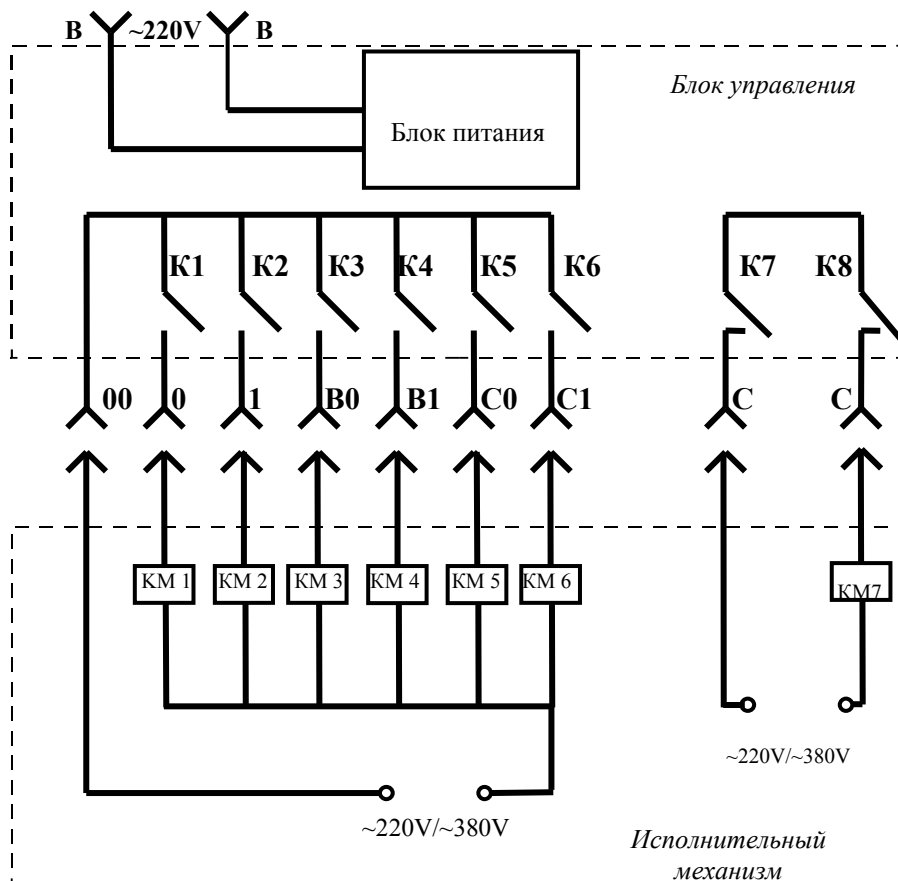
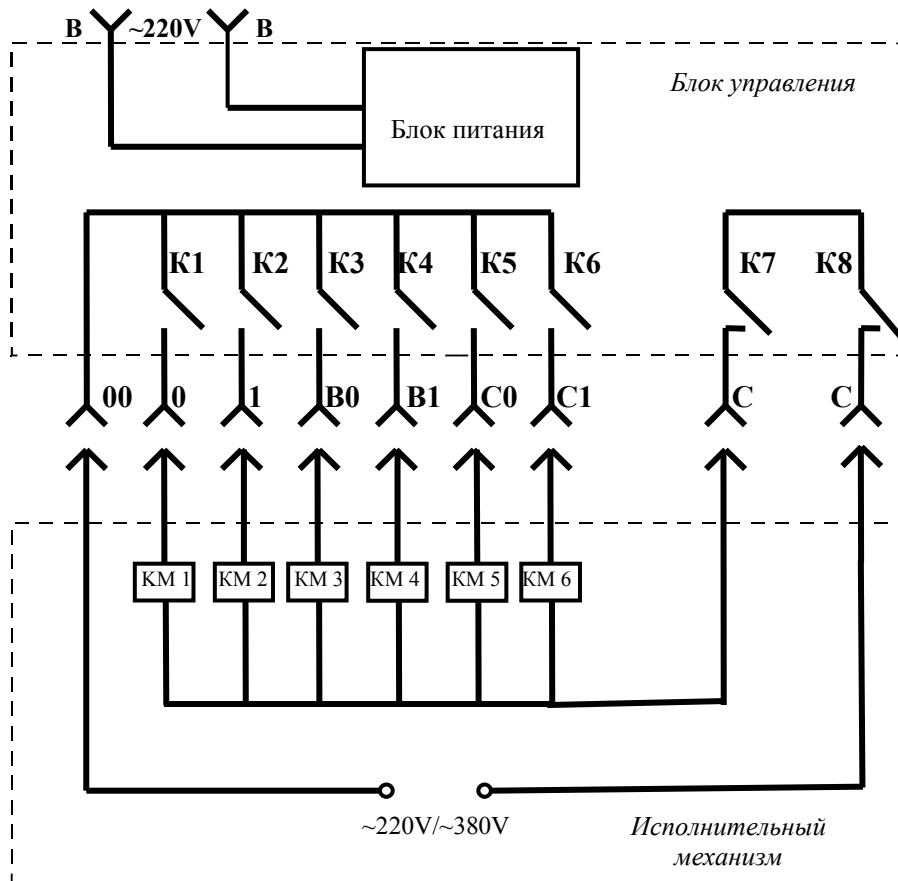

Рис. 2
Рис. 3
6.2 Схема коммутации реле *Блока управления* и варианты сопряжения с *Исполнительным механизмом* приведены на рис. 2 и рис. 3. Указанное на схемах состояние контактов реле К1-К8 соответствует обесточенному состоянию *Блока управления*. Маркировка проводов кабелей *Блока управления* указана на рис.2 и рис.3.
6.4 Вариант подключения *СДУ* к *Исполнительному механизму*, имеющему общий трехфазный магнитный пускатель (КМ7 на рис.2) включения *Исполнительного механизма*. КМ1-КМ6 (рис.2) магнитные пускатели направлений перемещения *Исполнительного механизма*.
6.5 Вариант подключения СДУ к Исполнительному механизму, не имеющему общего трехфазного магнитный пускателя включения Исполнительного механизма. КМ1-КМ6 (рис.2) магнитные пускатели направлений перемещения Исполнительного механизма.
7.3 Произведите подключение *Блока управления*, руководствуясь принципиальной электрической схемой *Исполнительного механизма* (таль, кран балка и пр.), техническим описанием *СДУ* и «Схемой коммутации» (рис. 2, рис. 3). Необходимо подключить питание *Блока управления* к сети **220 В переменного тока** таким образом, чтобы общий трехфазный магнитный пускатель *Исполнительного механизма* не мог его обесточить. Питание *Блока управления* должно отключаться вводным устройством (рубильник, автоматический выключатель) *Исполнительного механизма*.
Перемещения Исполнительного механизма не соответствуют обозначениям на кнопках Пульты управления	Проверить и откорректировать подключение магнитных пускателей Исполнительного механизма к реле Блока управления , руководствуясь схемой коммутации на рис.2 и рис.3 и принципиальной электрической схемой Исполнительного механизма .